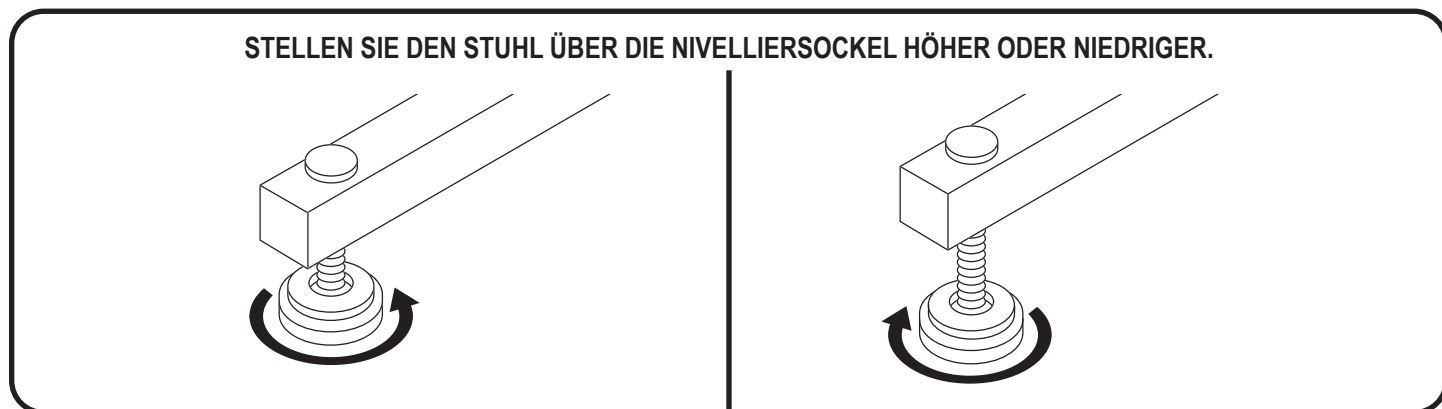

Abbildung 3.2 Nivelliersockel
Nivelliersockel: Über die Nivelliersockel sorgen Sie für eine standfeste Bodenauflage des Leistungssteigerungs (Abb. 3.2).
2. Sorgen Sie mit Hilfe der Nivelliersockel für eine gute Standfestigkeit des Leistungssteigerungs (**Abb. 3.2**).